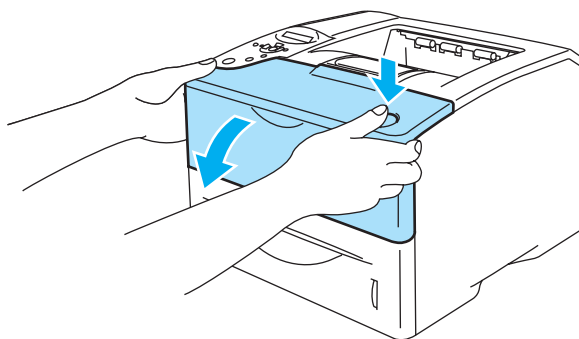

Figure 6-9
- Pour éviter tout dommage à l'imprimante résultant de l'électricité statique, ne mettez pas les doigts sur les électrodes indiquées dans la figure 6-9.